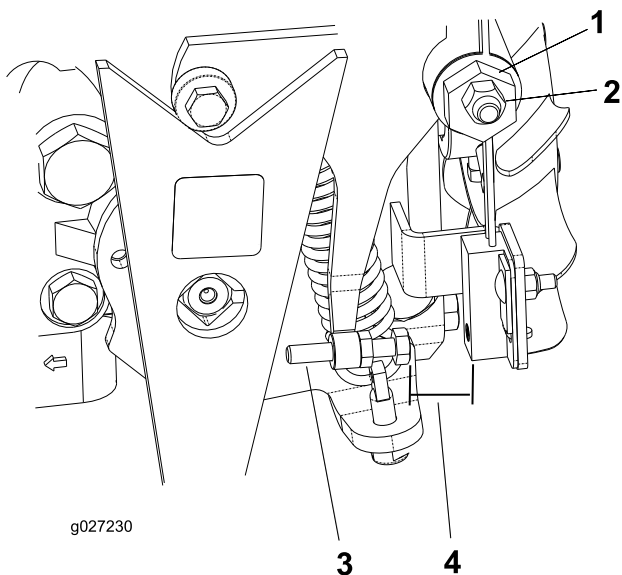

Figura 37
4. Desaperte a porca de bloqueio no excêntrico de tração (Figura 37).
5. Ligue o motor e rode o excêntrico sextavado (Figura 37) em ambas as direções para determinar a posição intermédia do ponto morto.
3. Ajuste o parafuso até a folga de ar ser de 0,8 a 2,3 mm; consulte Figura 37.